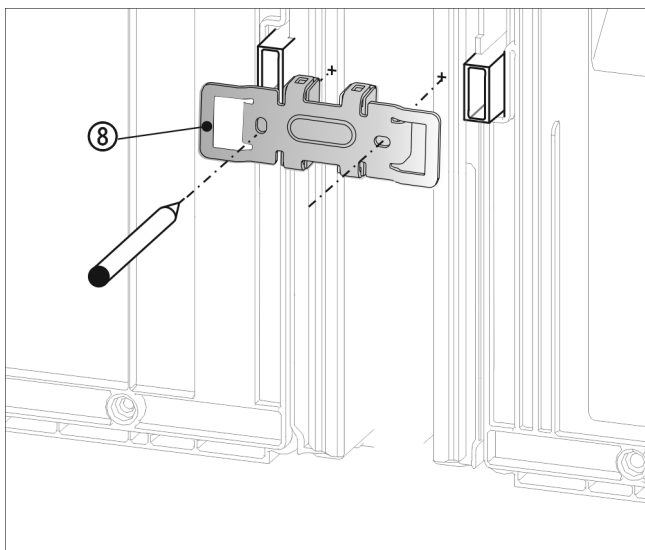

Fig. 21
- ▶ Winkel Fig. 21 (8) mit den Aussparungen über die Aufnahme für die Wandabstandshalter schieben.